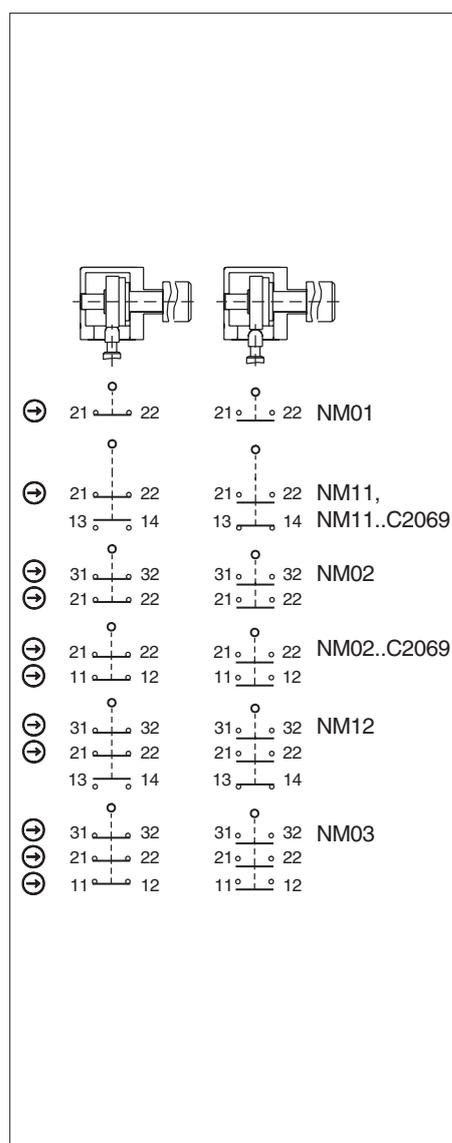

Fig. 3 : Éléments de commutation et fonctions de commutation
Utiliser au moins un contact \rightarrow . Celui-ci signale la position du protecteur (affectation des contacts, voir Fig. 3).
3. Effectuer le raccordement et serrer les bornes au couple de 0,5 Nm (affectation des contacts, voir Fig. 3).